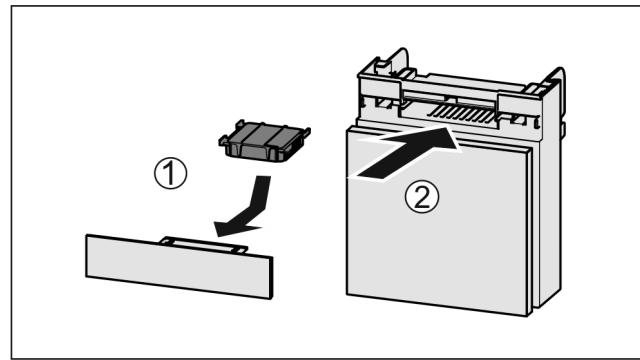

Fig. 121
- ▶ Insérer le filtre à charbon actif d'après le schéma Fig. 121 (1).
- ▶ Insérer le compartiment Fig. 121 (2).